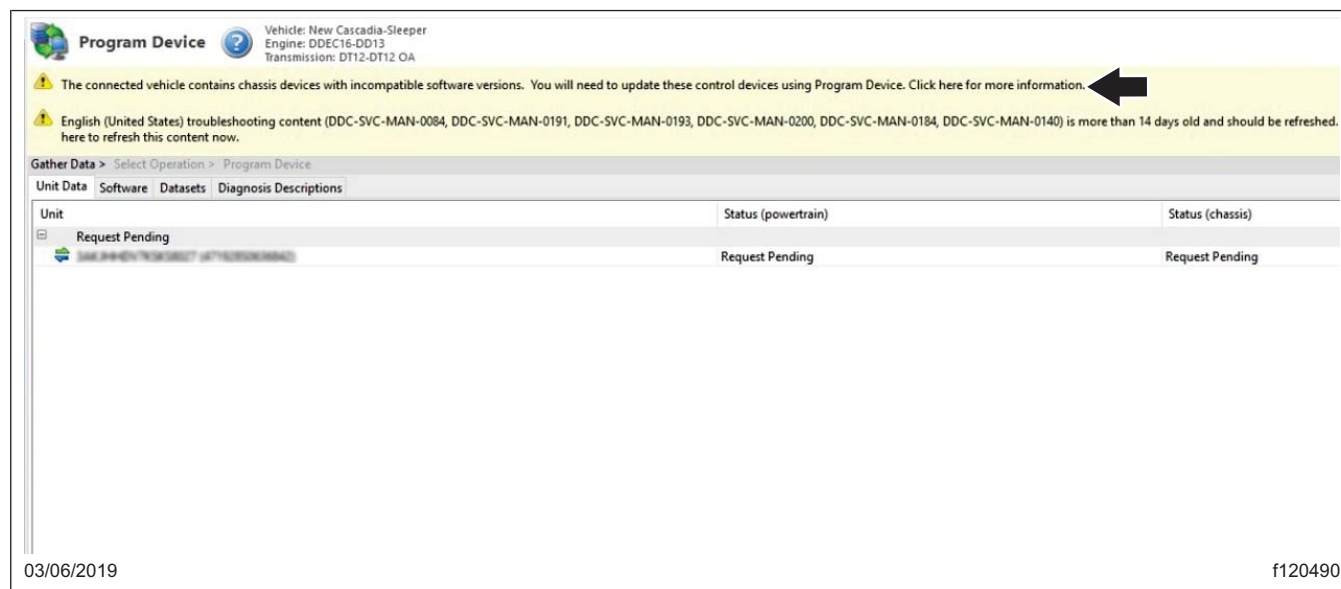

Fig. 11, Clic sur le message de la bannière
15. Cliquez sur le message de la bannière. Reportez-vous à la figure 11.